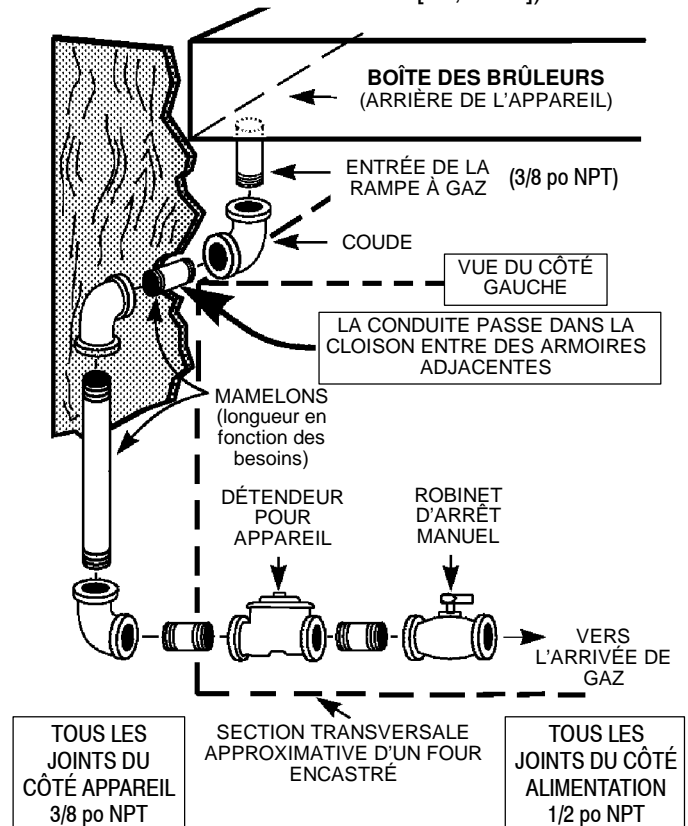

FIGURE 4
### Remarque concernant la figure 4 ci-dessus :
- Pour plus de facilité à l'entretien, un raccord-union (non montré : disponible localement) doit être inclus dans la conduite illustrée à la figure 4, à l'endroit le plus pratique pour la pose. En général, ce sera dans une armoire au-dessous de l'appareil, près de l'entrée de la rampe à gaz, plutôt que dans une armoire adjacente.
Si la prise doit être montée dans une armoire adjacente à gauche ou à droite, un trou comme celui décrit ci-dessus doit être pratiqué dans la cloison entre les armoires. La figure 4, page 5, illustre une cloison type (côté gauche). Le trou pour la fiche (non montré à la figure 4) peut être